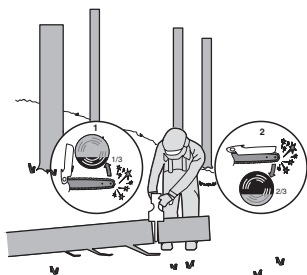

Bild 3
När stocken stöttas i ena änden, så som visas på bild 3, såga in 1/3 diameter från undersidan (kapning från undersidan) (1). Avsluta med att kapa från ovasidan för att möta det första snittet (2).